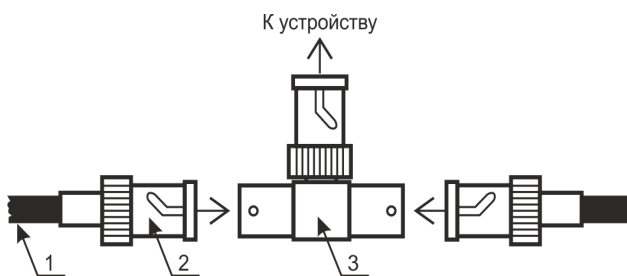

Рисунок 2.2 Подключение разъемов BNC.
19. разъем BNC для подключения сети VBnet. Подключение производится кабелем RG-6. Схема распайки кабеля см рис.2.2;
При монтаже кабеля Vbnet с разъемами BNC, необходимо выполнить следующее (рис.2.2):